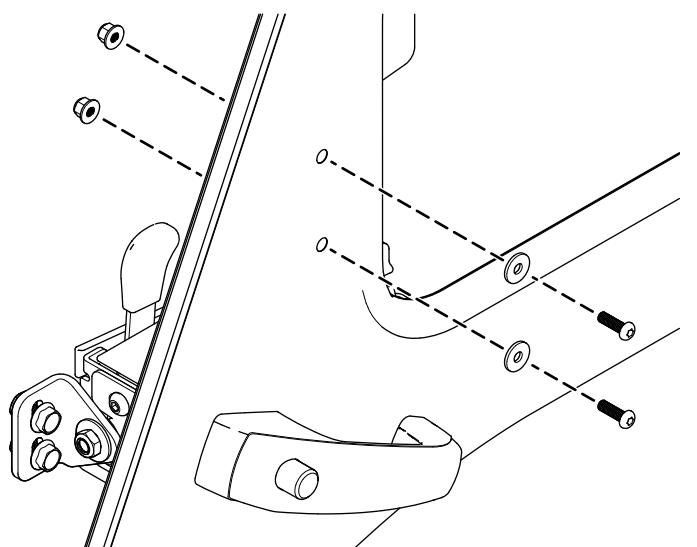

図 3
1. キャブのドアについている既存のトースヘッドねじ2本、ワッシャ2枚、ロックナット2個を外す図3。